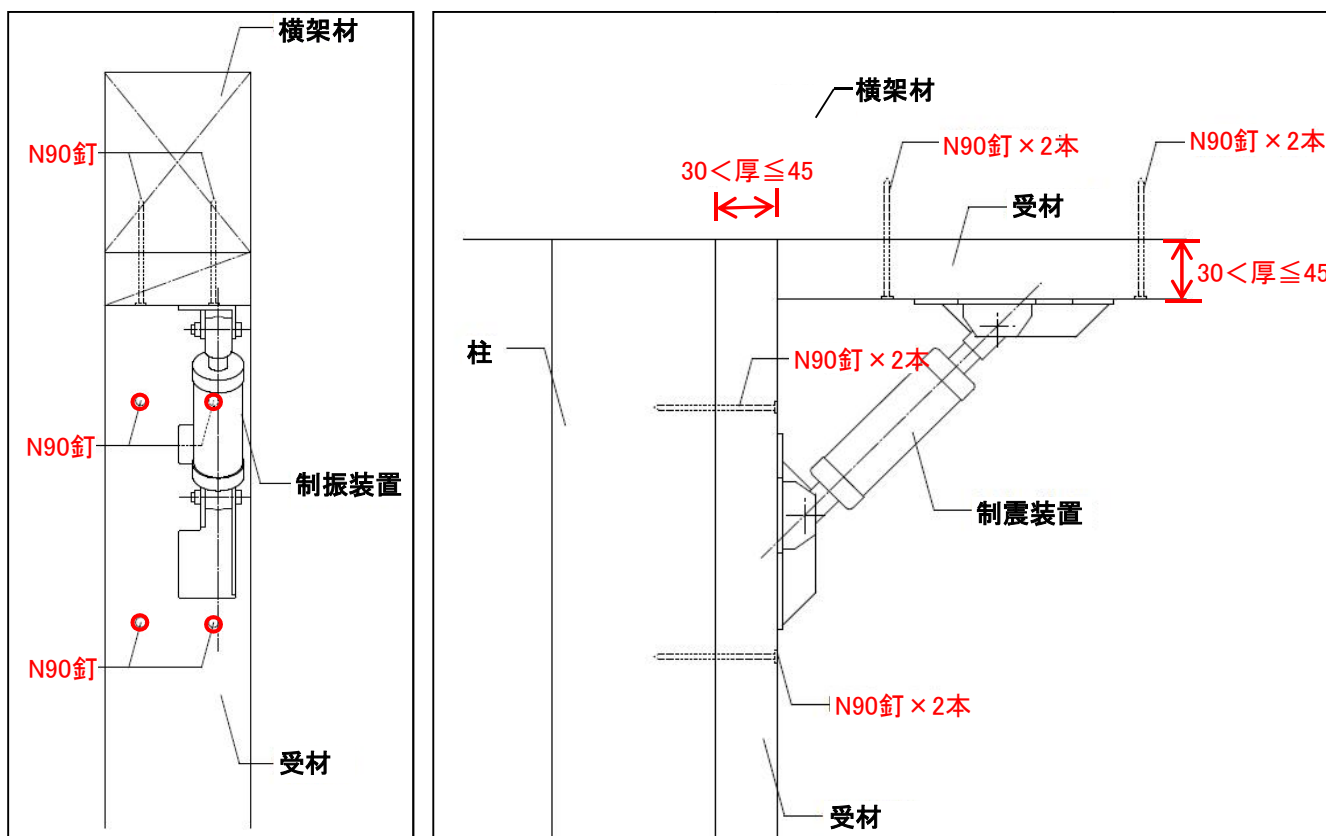
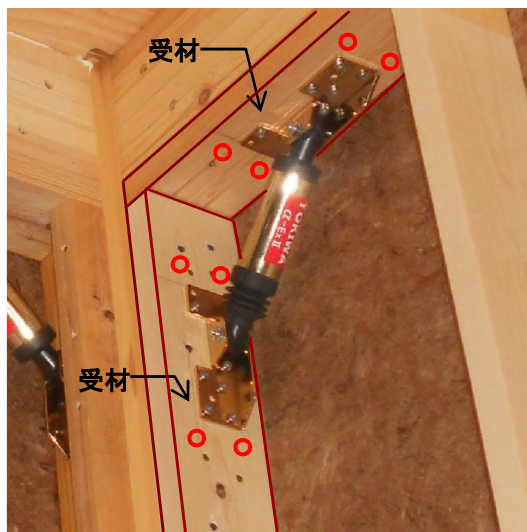

図15 受材 30<厚≤45の場合の増し打ち参考図
図16 受材 釘の増し打ち位置○
- ① 受材の厚みが30mm以下の場合にはそのまま取付け可能です。
- ② 受材の厚みが30mmより厚く45mm以下の場合には、N90釘を4本図示(図15、図16)の位置に増し打ちのうえ受材の上からダンパーを設置してください。